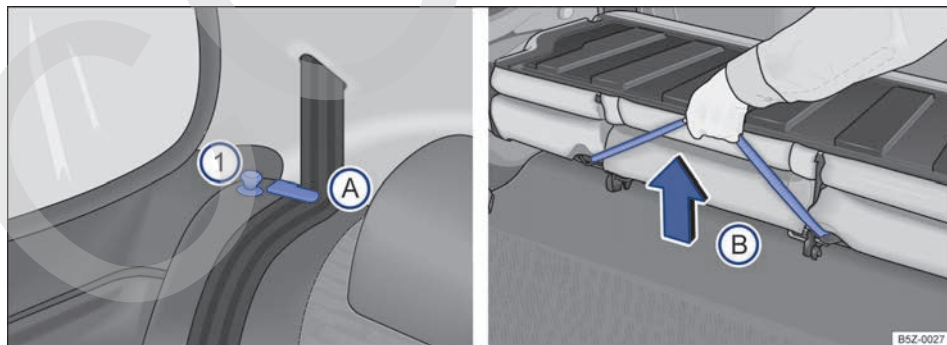

Fig. 71 Asiento trasero: pasadores de desbloqueo ⓘ; posicionador para las bandas de los cinturones ⓘ; manija para desbloqueo del conjunto del piso ⓘ.
- Encaje las bandas de los cinturones de seguridad en sus respectivos posicionadores → fig. 71 (A).
- Levante el pasador → fig. 71 (1) de desbloqueo de ambos lados hacia arriba, mientras que abate el respaldo del asiento trasero hacia adelante.
- Tire de la manija → fig. 71 (B) para desbloquear el conjunto del piso y, al mismo tiempo, levántelo **con cuidado** hacia los asientos traseros.
- Sujete el asiento trasero de la manija → fig. 71 (B) y, suéltelo desde una altura de 15 cm.
- Retire las bandas de los cinturones de seguridad de los posicionadores → fig. 71 (A). Para los vehículos con cinturones de tres puntos fijos, vuelva a colocar las lengüetas en los cierres correspondientes.